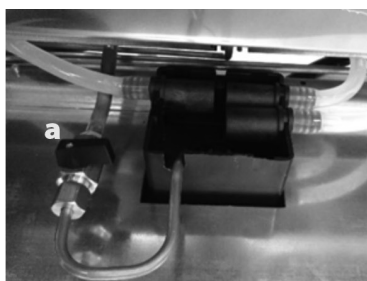

Figura 8
- a) El grifo de descarga de la caldera a debe estar cerrado (figura 8).